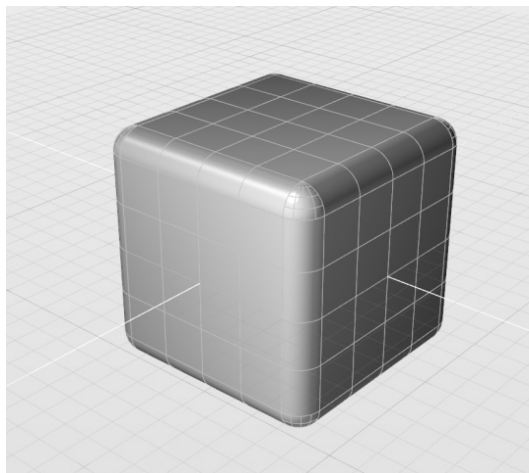

图 4-160 倒半径为“1cm”的圆角
- 2) 激活“倒圆角”工具，为所有边线施加半径为 1cm 的倒圆角，如图 4-160 所示。